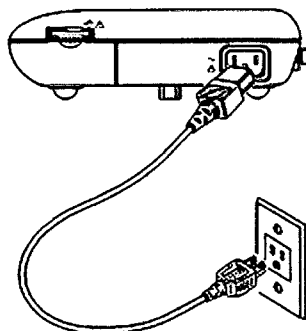

Figura 3.4.3 – Conexión del Cable de alimentación.
- Conectar el cable de alimentación provisto por el fabricante, por uno de sus extremos al socket de corriente alterna en el costado derecho del panel del equipo, y el otro extremo al tomacorriente de fuente alterna (ver figura 3.4.3).